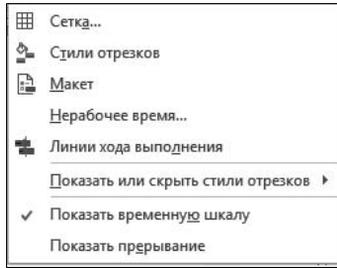

Рис. 8.1.1. Контекстное меню форматирования диаграммы Ганта
Доступ к созданию и форматированию линий хода выполнения задач осуществляется путем, например, щелчка правой кнопкой мыши в области отрезков задач диаграммы Ганта. После этого в открывшемся контекстном меню необходимо выбрать команду **Линии хода выполнения** (рис. 8.1.1).
В открывшемся контекстном меню (рис. 8.1.1) выбрать команду **Линии хода выполнения**.
- Щелкнуть правой кнопкой мыши в области отрезков задач диаграммы Ганта. В открывшемся контекстном меню (см. рис. 8.1.1) выбрать команду **Линии хода выполнения**.
2. Щелкнуть правой кнопкой мыши в области отрезков задач диаграммы Ганта. В открывшемся контекстном меню (см. рис. 8.1.1) выбрать команду **Линии хода выполнения**.